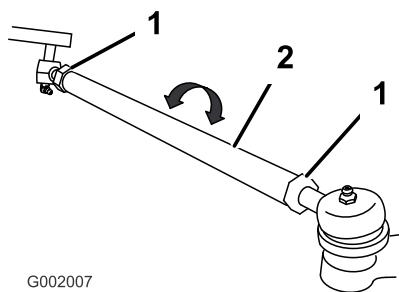

Figura 49
5. Si la distancia no está en el intervalo especificado, afloje las contratueras en ambos extremos de las bielas (Figura 49).